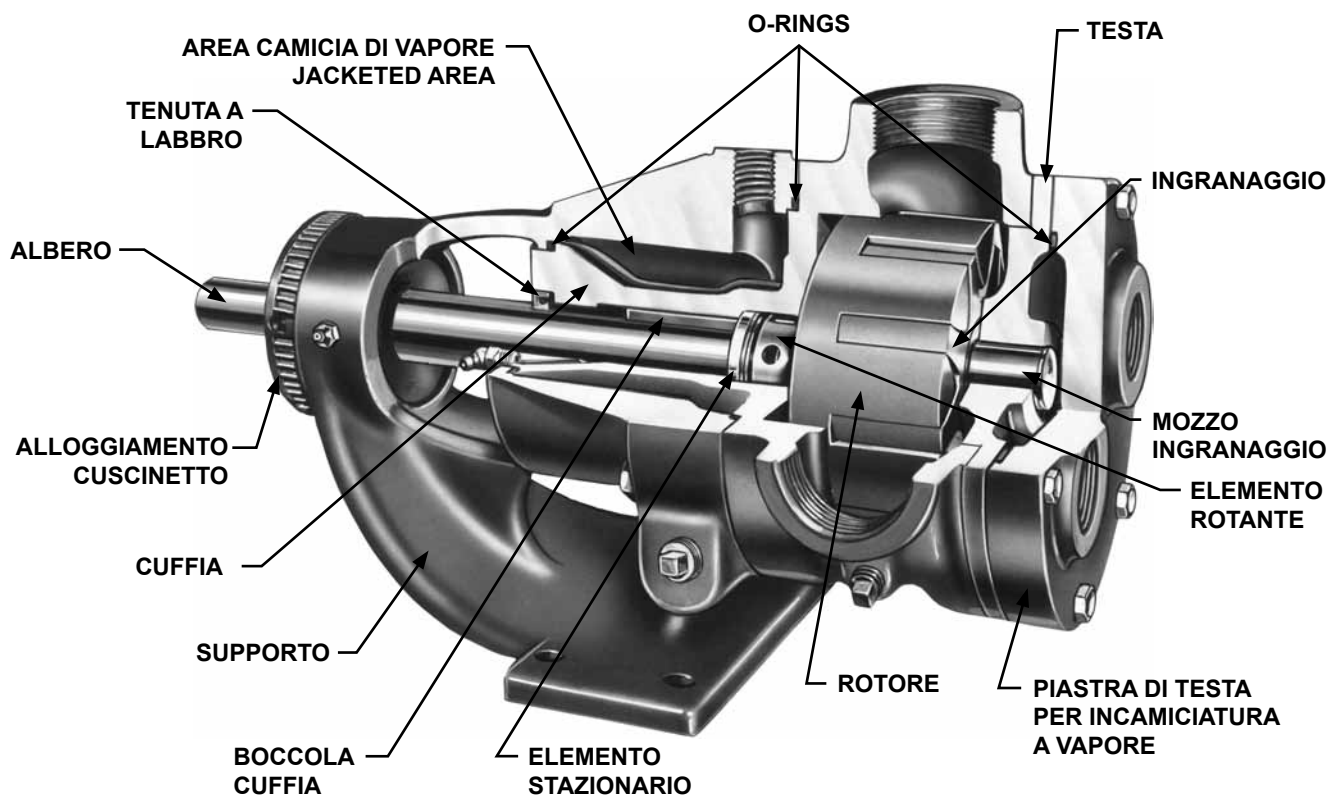

FIGURA 4
13. Tenuta Meccanica (Serie 4724): Se la tenuta meccanica dovesse non funzionare più, può essere facilmente sostituita con una nuova tenuta. Ci sono essenzialmente due parti di questa tenuta. Sono l'elemento rotante e la sede stazionaria della tenuta (Vedere **Figura 4**). Allentare le viti che tengono l'elemento rotante sull'albero. Togliere l'elemento rotante dall'albero e la sede della tenuta stazionaria dal supporto. Il principio della tenuta meccanica è il contatto tra gli elementi stazionari e quelli rotanti. Queste parti hanno delle superfici estremamente levigate e la loro efficacia dipende dal loro completo contatto.
1. Installazione nuova tenuta (Serie 4724): La tenuta è di semplice installazione e se viene fatta con cura ne risulteranno buone prestazioni. (Vedere **Figura 4**) per l'identificazione delle parti. **NOTA:** non toccare mai le facce della tenuta con altro se non le dita od uno straccio pulito. Pulire il mozzo del rotore e l'alloggiamento della tenuta della cuffia, assicurandosi che entrambi siano privi di polvere e sabbia. Ricoprire il diametro esterno della sede della tenuta ed il diametro interno del foro dell'alloggiamento della tenuta con olio lubrificante fluido.